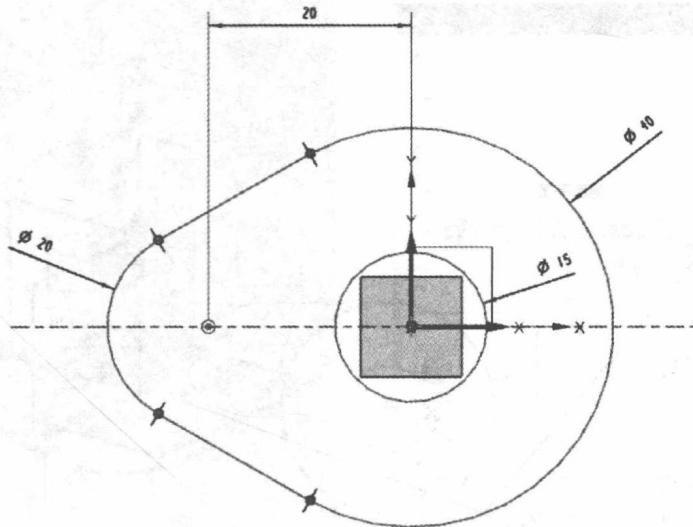

图 1-11 修剪完成图
(9) 修剪。点击 ，点击要修剪的曲线，修剪完成图如图 1-11 所示。